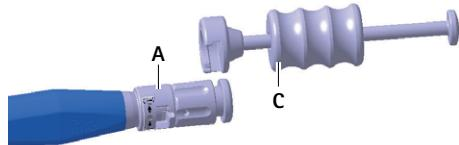

Fig. 5 Montaggio del martello sullo strumento inseritore
- ▶ Montare il martello **C** sullo strumento inseritore **A**, vedere Fig. 5.
- ▶ Montare il martello B sullo strumento inseritore A, vedere Fig. 5.